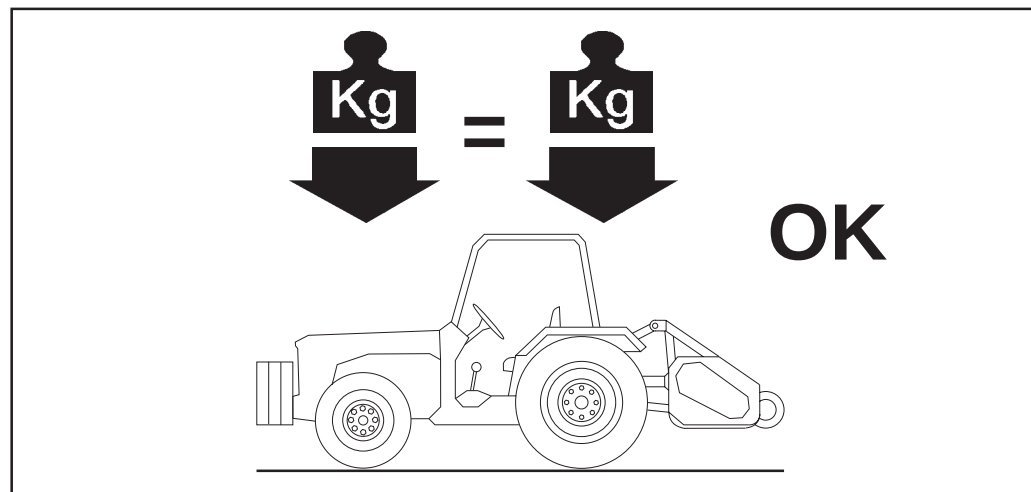

Fig. 8
- 7) L'applicazione della macchina al trattore, comporta una diversa distribuzione dei pesi sugli assi. È consigliabile pertanto aggiungere apposite zavorre nella parte anteriore del trattore in modo da ripartire adeguatamente il peso sugli assi (Fig. 8).
- 7) *Assembly of a implement on the tractor will shift the weights on the axles. It is there fore advisable to add weights to the front part of the tractor in order to balance the weights on the axles themselves (Fig. 8).*
- 7) Der Anbau eines Zusatzgerätes am Schlepper führt zur Verlagerung der Achslasten. Am Schlepper ist daher Frontballast anzubringen, um das Gleichgewicht wieder herzustellen (Abb. 8).
- 7) *L'application d'un équipement supplémentaire au tracteur entraîne une répartition différente des poids sur les essieux. Ajoutez donc les masses de lestage nécessaires à l'avant du tracteur de manière à équilibrer les poids (Fig. 8).*
- 7) La aplicación de un equipo adicional al tractor, implica una distribución del peso distinta sobre los ejes. Es aconsejable por lo tanto agregar oportunos contrapesos en la parte delantera del tractor para así equilibrar los pesos sobre los ejes (Fig. 8).